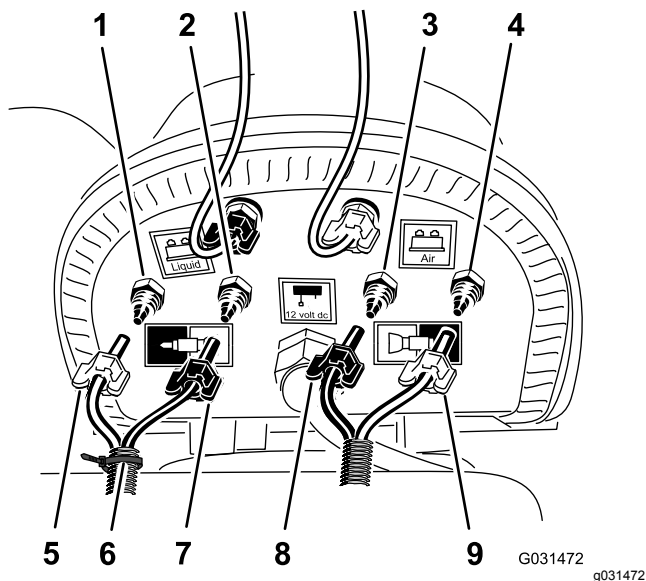

図 23
1. フォームマーカークット用のコンプレッサの接続パネルで、右側ブーム用の透明チューブと青色チューブをケーブルタイで固定する 図 23。
2. 左および右ブーム部で、泡ノズル用の透明チューブ2本と青色チューブ2本のコンプレッションナットをゆるめる 図 23。
3. 左右のブーム用のコンプレッションフィッティングからチューブ4本を外す 図 23。